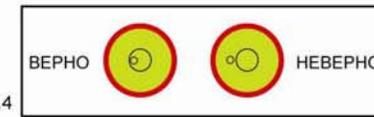

Рис.4
■ С помощью ножек отрегулируйте уровень по пузырьку. (Рис.4)